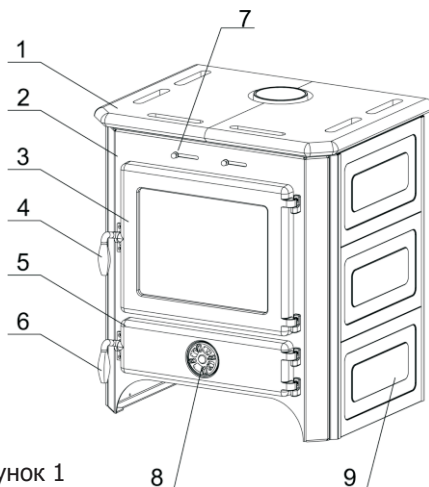

Рисунок 1
Дверца топочной камеры (рисунок 1, позиция 3) - чугунная и оснащена термостойким стеклом, дверца зольного ящика (рисунок 1, позиция 5) - чугунная с регулятором подачи первичного воздуха (воздушная заслонка, регулирующая интенсивность горения топлива) (рисунок 1, позиция 8).
Боковые стороны сделаны в двух вариантах: камень или эмалированная сталь (рисунок 1, позиция 9).
Составные элементы печи (Рисунок 1):
- дверцу зольного ящика оставьте открытым до появления стабильного огня, после закрытия интенсивность горения регулируйте с помощью регулятора подачи воздуха (рисунок 1, позиция 3);
Регулятором первичного воздуха в печи Вы регулируете температуру, мощность и скорость сгорания топлива (Рисунок 1, позиция 8). Регулятор вторичного воздуха предназначен для ускорения процесса сгорания топлива, и чтобы стекло дверцы топочной камеры оставалось чистым. Комбинированием первичного воздуха находится на дверце зольного ящика и вторичного (задвижка находится над дверцей топочной камеры, (рисунок 1, позиция 7), достигается желаемая интенсивность горения.